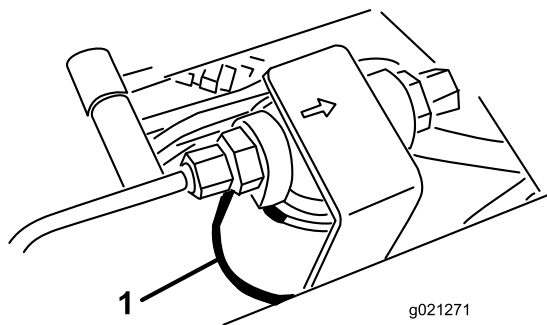
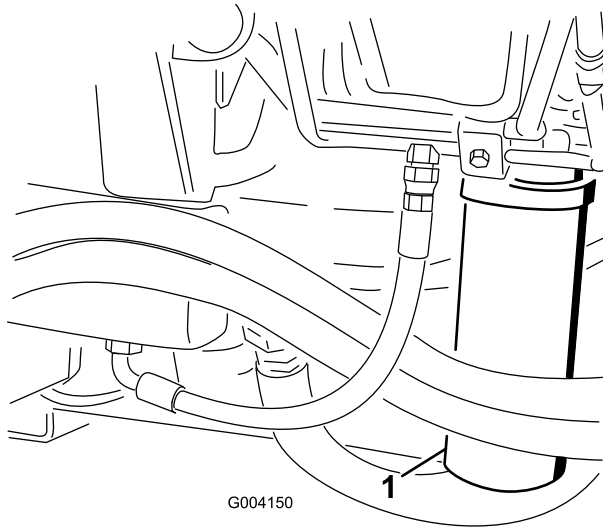

Figura 104
Figura 105
2. Pulite l'area di montaggio del filtro e collocate una bacinella di spurgo sotto il filtro (Figura 104) e (Figura 105).